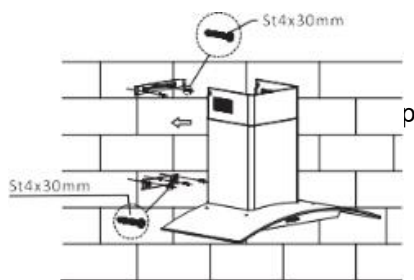

Fig. 4
- 3.4 Coloque la placa de vidrio de acuerdo con la dirección y sentido del cable en la campana extractora, y luego coja los tornillos para fijar el vidrio, también lleve el tubo extensible fuera de la habitación, mientras tanto, ajuste la altura de la chimenea interior a la posición del interior soporte de la chimenea y fíjelo con un tornillo, aquí asegúrese de que la chimenea interior se pueda flexionar libremente. Ver imagen 4.